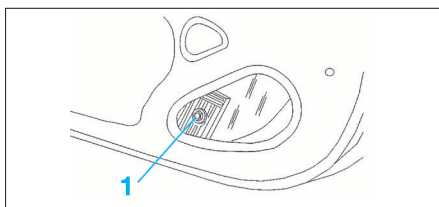

FIG. 40
- la vis (1) de fixation de la vitre (Fig.40).